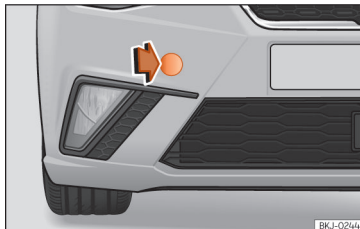

Abb. 45 Stoßfänger vorn rechts: Abdeckung entfernen.
Die Abschleppöse wird in die hinter einer Abdeckung auf der rechten Seite des vorderen Stoßfängers befindliche Aufnahme eingeschraubt »» **Abb. 45**.
- Drücken Sie die Abdeckung zum Herauslösen im linken Bereich und lassen Sie sie am Fahrzeug hängen »» **Abb. 45**.